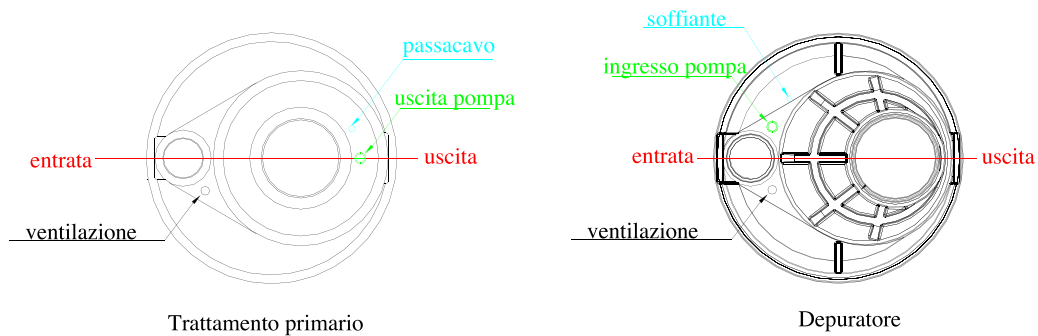

Fig.2 – Posizionamento collegamenti biogas, ossigenazione e pompa
4.2 Collegamento uscite biogas (ventilazione) (Fig.2)
- il collegamento deve essere effettuato utilizzando fascette di acciaio inox e tubo tipo rinforzato in gomma da 3/4" (19mm) o superiore, proteggendolo da schiacciamento e strozzature. Il collegamento al depuratore avverrà in corrispondenza del raccordo identificato dalla targhetta o scritta "soffiante" (Fig.2).